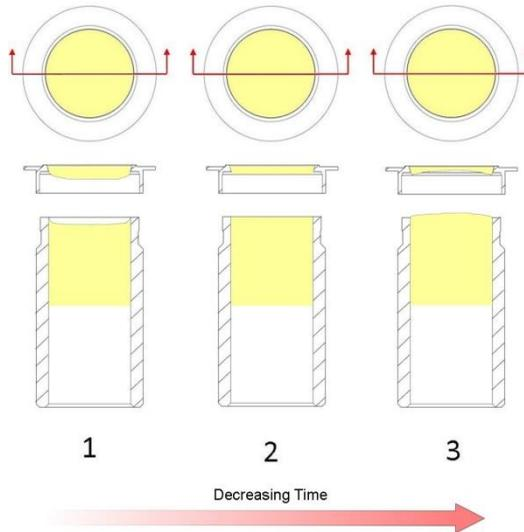

Abb. 1
- » Das digitale Display für die Zeitanzeige (pos. 1, Abb. 1) ist leer, d.h. es werden keine Ziffern auf dem LED-Display angezeigt.
- » Das Display zur Anzeige der für die Nasszugfestigkeitsprüfung aufgebrauchten Zugkraft (Pos. 2, Abb. 1) steht auf 000 bzw. einem Wert nahe Null.
- » Die digitale Temperaturanzeige (Pos. 14, Abb. 1) zeigt den voreingestellten Sollwert an. Die PV-Anzeige (Pos. 13, Abb. 1) zeigt die aktuelle Heizplattentemperatur an.
3. Die Temperatur für die Nasszugfestigkeitsprüfung wird über die Auf- bzw. Abwärtstaste am Temperaturregler eingestellt (Pos. 15, Abb. 1). Sobald die gewünschte Solltemperatur an der SV-Anzeige angezeigt wird, die Einstellung mittels Eingabetaste am Temperaturregler bestäti- gen. Die eingestellte Solltemperatur (SV) sollte 310° bzw. 590°F betragen.
5. Über den Nummernblock an der Geräte-Frontseite, die gewünschte Heizdauer für den Prüfkörper, einstellen (anwählen) (Pos. 9, Abb. 1). Auf der Zeitanzeige (Pos. 1, Abb. 1) wird die voreingestellte Zeit in Sekunden(s) digital angezeigt.
Falls die angezeigte Aufheizzeit falsch ist (Eingabefehler), die "Clear Time"-Taste auf der Gerätevorderseite drücken (Pos. 10, Abb. 1). Der Falsche Zeitwert wird am Display gelöscht. Anschließend gem. Beschreibung unter Punkt 6 die korrekte Zeit neu eingeben.
6. Angezeigten Wert im Zugbelastungsdisplay (Pos. 2, Abb. 1) auf der Gerätevorderseite prüfen. Wenn der angezeigte Wert = 0 ist, gem. Beschreibung unter Punkt 7 verfahren. Wird ein anderer Wert als Null (0) angezeigt, muss das Display auf null gestellt werden. Hierzu drücken Sie die "Zero Tensile Display"-Taste (Pos. 8, Abb. 1) auf der Gerätevorderseite. Nach erfolgtem Reset (Rückstellung auf null), wie unter Punkt 7 beschrieben fortfahren.
7. Nachdem sowohl die Aufheizzeit eingegeben als auch die Zugbelastung auf null gesetzt wurden, geht die Anzeigelampe "Ready to Start" (Betriebsbereitschaftsmeldelampe) (Pos. 3, Abb. 1) an. Sobald die Betriebsbereitschaftsmeldelampe aufleuchtet, ist das Nasszugfestigkeitsprüfgerät korrekt programmiert und bereit zur Aufnahme des zuvor ordnungsgemäß hergestellten Prüfkörpers.
9. "Start"-Taste (Pos. 6, Abb. 1) auf der Gerätevorderseite drücken. Die Aufheizphase beginnt, was zusätzlich über die angegangene Meldelampe "Timer on" (pos. 4, Abb. 1) angezeigt wird.
10. Die Meldeleuchte "Timer On" (Pos. 4, Abb. 1) erlischt nach Ablauf der Prüfkörper-Aufheizzeit. Der Hubtisch mit der Prüfhülse fährt wieder nach unten. Auf der Fahrt nach unten stößt der Flansch des abnehmbaren Rings an der Prüfhülse gegen die Messgabel (Pos. 2, Abb. 2) des Nasszugfestigkeitsprüfgeräts. Der Ring wird festgehalten während der Hubtisch mit der Prüfhülse weiter abwärts fährt. Innerhalb des Prüfkörpers entsteht so eine Zugspannung im Grenzbereich zwischen Ring und Prüfhülse.
11. Auf dem "Last-Display" (pos. 2, Abb. 1) werden die von den Lastzellen aufgenommenen und stetig wachsenden Zugkräfte als Zugfestigkeitswert der Sandprobe angezeigt. Die Zuglast wird solange beaufschlagt, bis der Prüfkörper zerbricht.
13. Am Ende dieses automatischen Vorgangs wird die Nasszugfestigkeit auf dem Last-Display angezeigt (Pos. 2, Abb. 1). Gleichzeitig geht die Meldelampe (pos. 5, Abb. 1), die das Ende des Prüfzyklus anzeigt ("Operation Finished") an.
- » Anzeige der Nasszugfestigkeit löschen; hierzu die Clear Tensile Display- Taste (pos. 7, Abb. 1) drücken. Last-Display (pos. 2, Abb. 1) stellt sich automatisch ebenfalls auf null. Anderen- falls die "Zero Tensile Display" (= Nasszugfestigkeit Display auf null setzen) - Taste (Pos 8, Abb. 1) drücken, wenn nach Betätigen der Clear Tensile Display- Taste das Display der Nasszugfestigkeit nicht automatisch auf null gesetzt wurde).
- » Ggf. Aufheizzeit löschen, dazu Clear Time (= Zeit löschen) - Taste (Pos. 10, Abb. 1) drücken).
- » Die Betriebsbereitschaftsmeldeleuchte (Pos. 3, Abb. 1) geht an, das Gerät ist für die Durch- führung eines weiteren Tests bereit.
Fehlermeldungen, die ggf. auf dem Display des Last-Displays (Pos. 2, Abb. 1) am Nasszug-festigkeitsprüfgerät ausgegeben werden, geben einen Hinweis auf die Fehlerursache und Maßnahmen zur Fehlerbehebung.
Wird am Last-Display eine Fehlermeldung ausgegeben, muss die Taste "Clear Tensile Display" (Nasszugfestigkeit Anzeige löschen) (Pos. 7, Abb. 1) gedrückt werden, um das Betriebssystem des Nasszugfestigkeitsprüfgerät wiederherzustellen.
- » Betriebsbereitschaftsmeldeleuchte war aus (Pos. 3, Abb. 1).
Diese Fehlermeldung kann auch kurz nach Drücken der "Zero Tensile Display" - Taste (= Nasszugfestigkeit Display auf null setzen) (Pos. 8, Abb. 1) ausgelöst werden, wenn das Prüfgerät eine Lastabweichung an der Messgabel feststellt bzw. die Messgabel mechanisch blockiert ist, während die Taste zum Nullen der Last-Anzeige gedrückt wird.
6. Mit Hilfe einer Stoppuhr die Zeit zwischen dem Anlaufen der Lastanzeige (last-Display Pos. 2, Abb. 1) und der ersten Festwertanzeige auf dem digitalen Display messen. Diese Zeit, welche für die Belastung benötigt wurde, festhalten. Die Belastungsrate errechnet sich durch Teilen der angezeigten Nasszugfestigkeit durch die erfasste Zeit in Sekunden.
- » Mit einem kleinen Schraubendreher das Regelventil (Pos. 13, Abb. 1) für die Hubtischgeschwindigkeit. (Abwärtshub!) verstellen. Indem das Ventil im Uhrzeigersinn gedreht wird, wird die Geschwindigkeit zur Herstellung der Zugspannung vermindert. Indem das Ventil gegen den Uhrzeigersinn gedreht wird, wird die Geschwindigkeit zur Herstellung der Zugspannung erhöht.
Abb. 1: Zeiteinstellung anhand Prüfkörperaussehen Pos. 2 entspricht der korrekten Aufheizzeit-Einstellung Pos. 1 entspricht einer zu lang eingestellten, Pos. 3 entspricht einer zu kurz eingestellten Aufheizzeit. Üblicherweise führt eine korrekt eingestellte Aufheizzeit zur Ermittlung der niedrigsten Nasszugfestigkeit.
Die aktuelle Heizplattentemperatur mittels Oberflächenpyrometer prüfen. Bevor die Testsequenz gestartet werden kann, muss die am Temperaturregler angezeigte SV-Temperatur mit der PV-Temperatur übereinstimmen (Pos. 13 und Pos. 14, Abb. 1).
2. Die Nullpunkt-Kalibrierung umsichtig durchführen (Pos. 12, Abb. 1). Hierzu einen kleinen Schraubendreher in die kleine Zugangsöffnung in der Bedientafel (Gerätevorderseite) einführen. Die Kalibrierungsschraube zur Nullpunkteinstellung langsam und vorsichtig drehen, bis die auf dem Last-Display angezeigte Last gleich "00" ist (Pos. 2, Abb. 1).
5. Den Kalibrierbereich vorsichtig einstellen bzw. festlegen (Pos. 11, Abb. 1). Hierzu einen kleinen Schraubendreher in die kleine Zugangsöffnung in der Bedientafel (Gerätevorderseite) einführen. Die Kalibrierschraube langsam und vorsichtig drehen. Dabei das Last-Display beobachten (Pos. 2, Abb. 1). Die Kalibrierschraube solange drehen, bis die am Last-Display angezeigte Last mit dem Gewicht des Kalibriergewichts übereinstimmt.
3. Über den Nummernblock auf der Bedienerkonsole (Pos. 9, Abb. 1) eine kurze Aufheizzeit eingeben (2 Sekunden). Siehe Abschnitt 5.2 "Nasszugfestigkeitsprüfung - Durchführung" für nähere Informationen über die Vorgehensweise bei der Aufheizzeit-Programmierung.
5. Start-Taste drücken (Pos. 6, Abb. 1) Der Hubtisch fährt mit der Kalibrierhülse nach oben, gegen die Aufheizplatte. Der Hubtisch hält die Kalibrierhülse über die voreingestellte Zeit hindurch gegen die Aufheizplatte. Anschließend fällt der Hubtisch wieder langsam nach unten. Dabei stößt der Flansch der Kalibrierhülse gegen die Stifte der Messgabel.